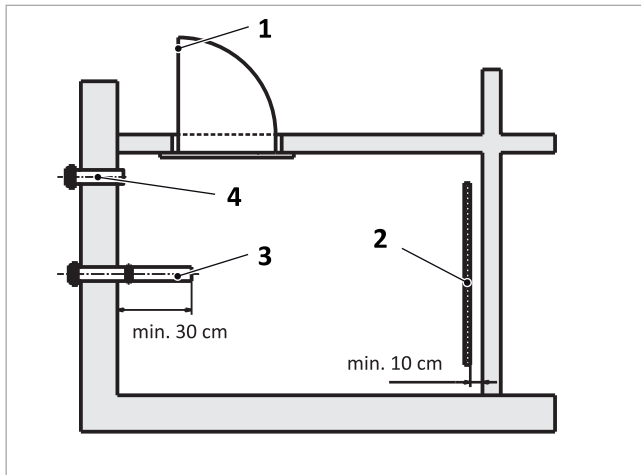

Abb. 112: Pelletlageraum – Ansicht von oben
→ Abb. 112 zeigt die Anordnung des Lagerraumzubehörs. Die Anschlussstutzen bestehen aus einem Einblasstutzen (3) und einem Abluftstutzen (4). Beide sollten bevorzugt ins Freie geführt werden, damit die bei der Lagerung entstehenden Gase entweichen können. Die Türschienen (1) halten Holzplanken vor der Türöffnung, die die Last der Pelletschüttung aufnehmen. Eine Prallschutzmatte (2) muss gegenüber des Einblasstutzens so angebracht werden, dass der Pelletstrahl sie voll treffen kann.